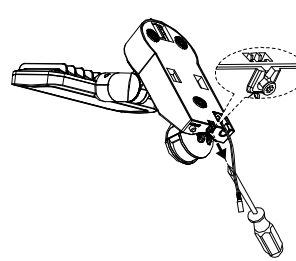

Bild 1
- Lossa de båda skruvarna (Bild 1) i väggfästet
OBS: När man byter batteri måste omkopplaren på lampenheten stå på OFF och solcellsmodulens kontakt tas bort från huvudenheten. För det första, för att byta batteri öppnar man huvudenhetens hölje enligt vad som beskrivs i avsnittet "Huvudenhet" i bild 1 och 2. Ta bort batteriet från hållaren och byt ut det mot ett nytt. Om möjligt laddar man upp batteriet innan med en vanlig batteriladdare för 1,2 V AA Ni-MH batterier. Om uppladdning med en batteriladdare inte är möjlig, skall man följa avsnittet "FÖRSTA UPPLADNINGEN AV SOLCELLSLAMPAN".